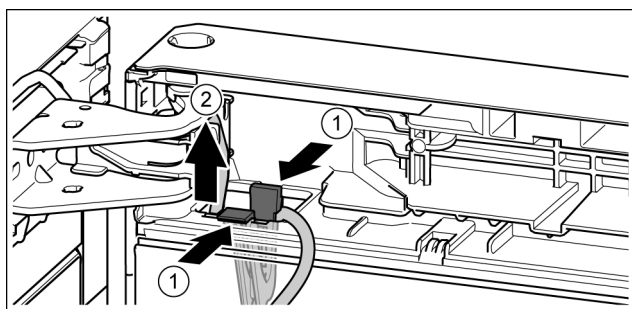

Fig. 20
- ▶ Apăsați eclisa. Fig. 20 (1)
- ▶ Extrageți suportul de cabluri cu cablul fixat pe acesta. Fig. 20 (2)